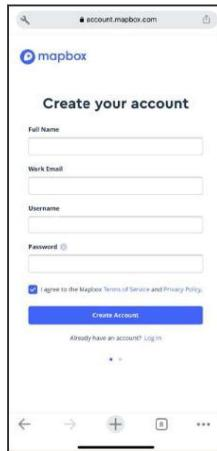

Figura 1
2.2 Si no dispone de cuenta, regístrese, pulse “SIGN UP” e Introduzca la información de la cuenta. (Ver Figura 1)